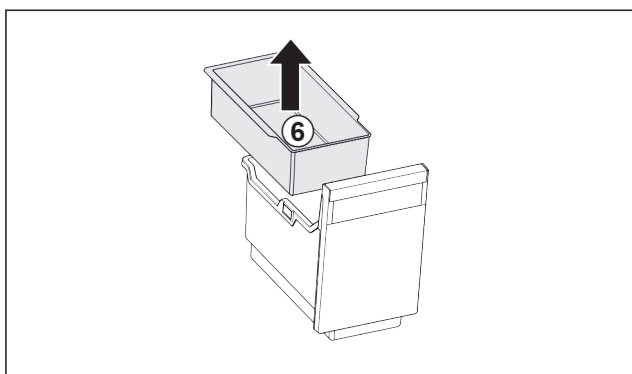

Fig. 85
- ▶ Ta ut det hängande facket Fig. 85 (6).